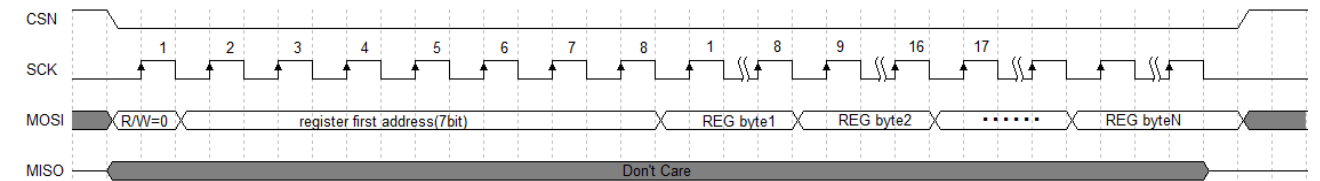

图 4 寄存器配置时序
ZW-GY113-01BL 内部寄存器读写格式如图 4、5 所示。第一 Byte 的最高位为读写标志位，‘1’表示接下来为读操作，‘0’表示接下来为写操作，第一 Byte 的低 7 位为地址位，对应表 2 寄存器表。
- (1) 芯片上电，电流 18mA 左右，将进入写模式，运行 labview 程序，点击图 4 界面中的【软写】、【自校准 CB】、【自校准 CCAN】、【启动 START】即可将界面中的数据软写至芯片。
- (2) 根据需求，对照第表 3、4 中的寄存器说明，调节相应的参数。
- (3) 见表 5 所述，可通过写临时寄存器监测内部信号。
- (1) 运行 labview 程序，点击图 4 界面中的【硬写】，即可完成硬写操作。
- (2) 点击硬写后可点击【读取】，检测是否写入正确的值。也可不进行读取。
- (3) 断开 VPP 接的 7.7V 电压，重新上电后测试芯片输出，硬写过程完成。